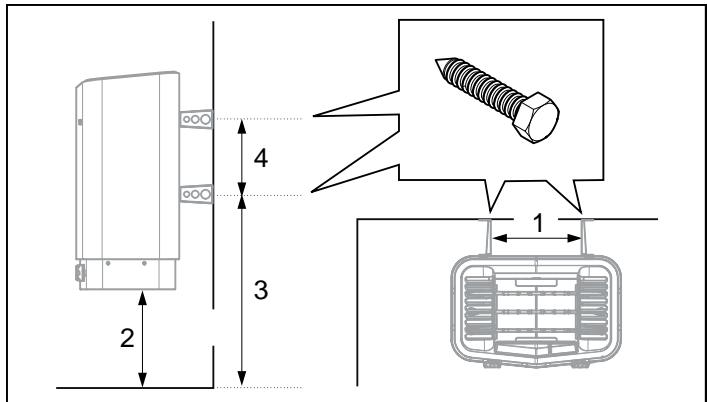

Fig 13: Måtsättning
7. Placera konsolskruvorna enligt måttsättning se Fig 13.